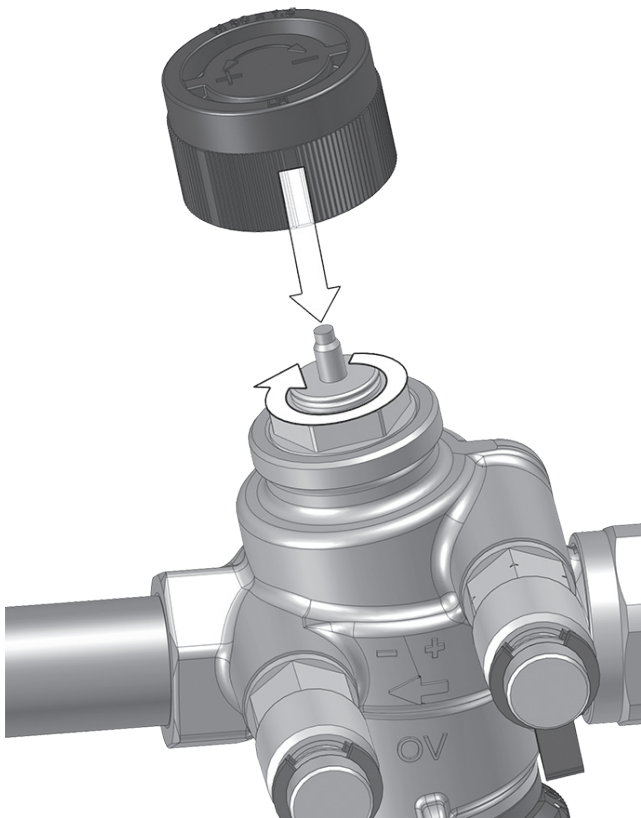

Рис. 8: Запирание
- 1 Заблокируйте вентиль, например, с помощью монтажной заглушки (см. Рис. 8).
Накрутите прилагаемую монтажную заглушку на резьбовое соединение M30 x 1,5 (см. Рис. 8).